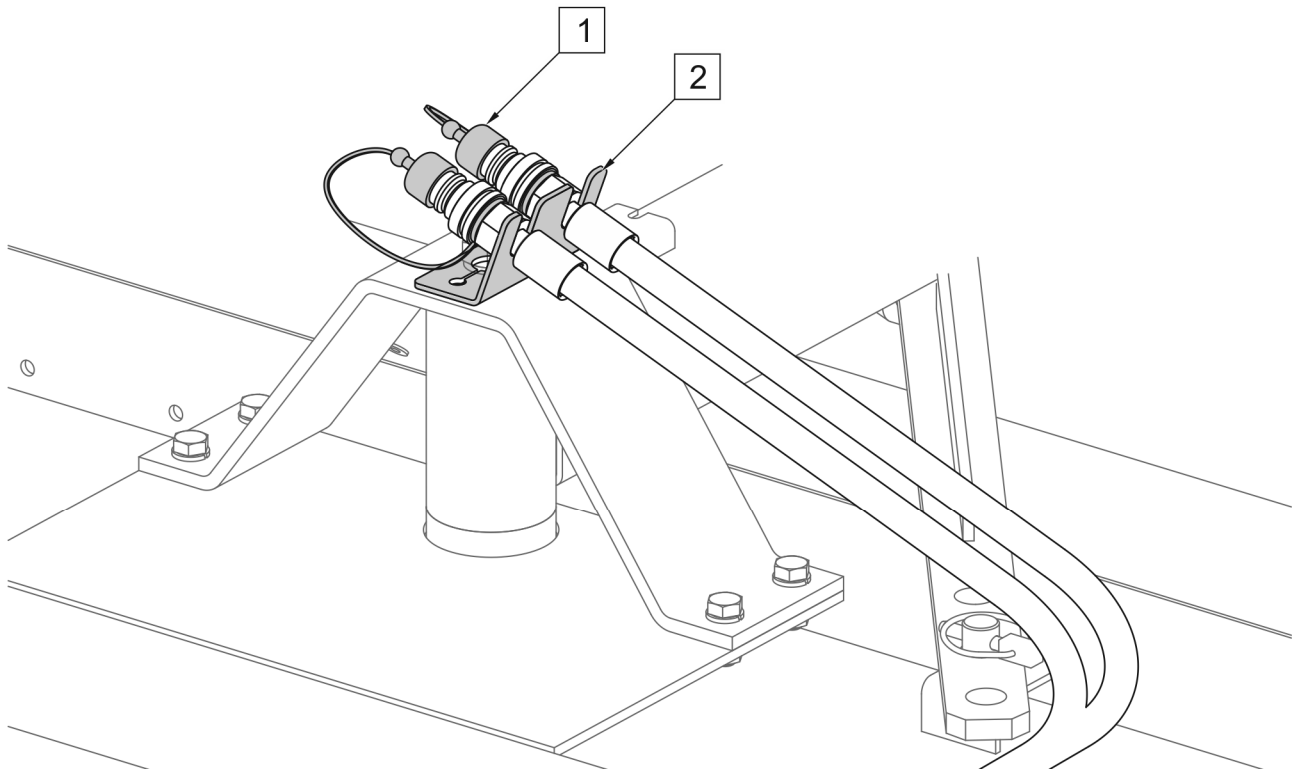

РИСУНОК 4.13Захист штекерів при від'єднанні від тягача
- Опустити паркувальну стійку (1) і встановити її на відповідну висоту.
- Від'єднайте заглушки трубопроводів гідравлічної та електричної системи (якщо є) від тягача та закріпіть заглушками. Встановіть гідравлічні заглушки в спеціальному кронштейні на рамі (РИСУНОК 4.13).